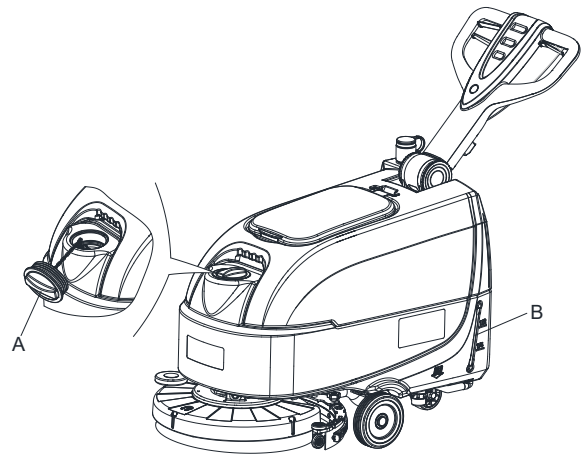

Abb. 7
1. Öffnen Sie den Deckel des Wassereinlasses (A, Abbildung 7).
3. Überfüllen Sie den Tank nicht, beziehen Sie sich für die Wassermenge auf die Wasserstandsanzeige (B, Abbildung 7).